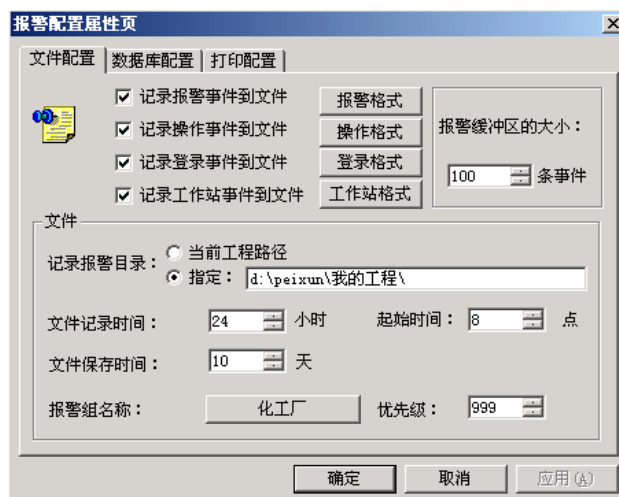

图 4-26 报警配置属性对话框
(1) 在工程浏览器窗口左侧的“工程目录显示区”中双击“系统配置”中的“报警配置”选项弹出“报警配置属性”对话框，如图 4-26 所示。